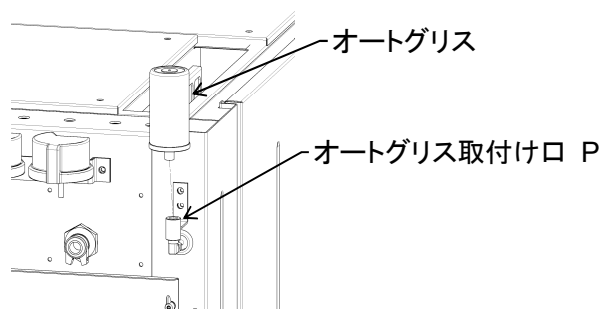

図 5-2
- ・ 付属品のオートグリスをオートグリス取付口 P に取り付けます。(図5-2)